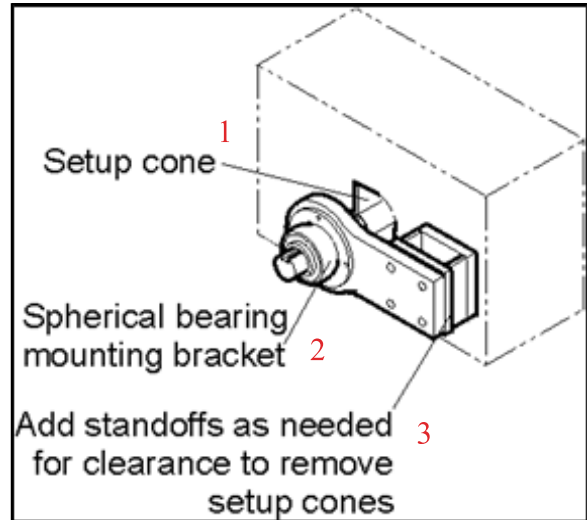

FIGURE 3-2. INSERTION DE LA BARRE D'ALÉSAGE
2. Faire glisser délicatement la barre d'alésage à travers les trous d'alésage (voir Figure 3-2).